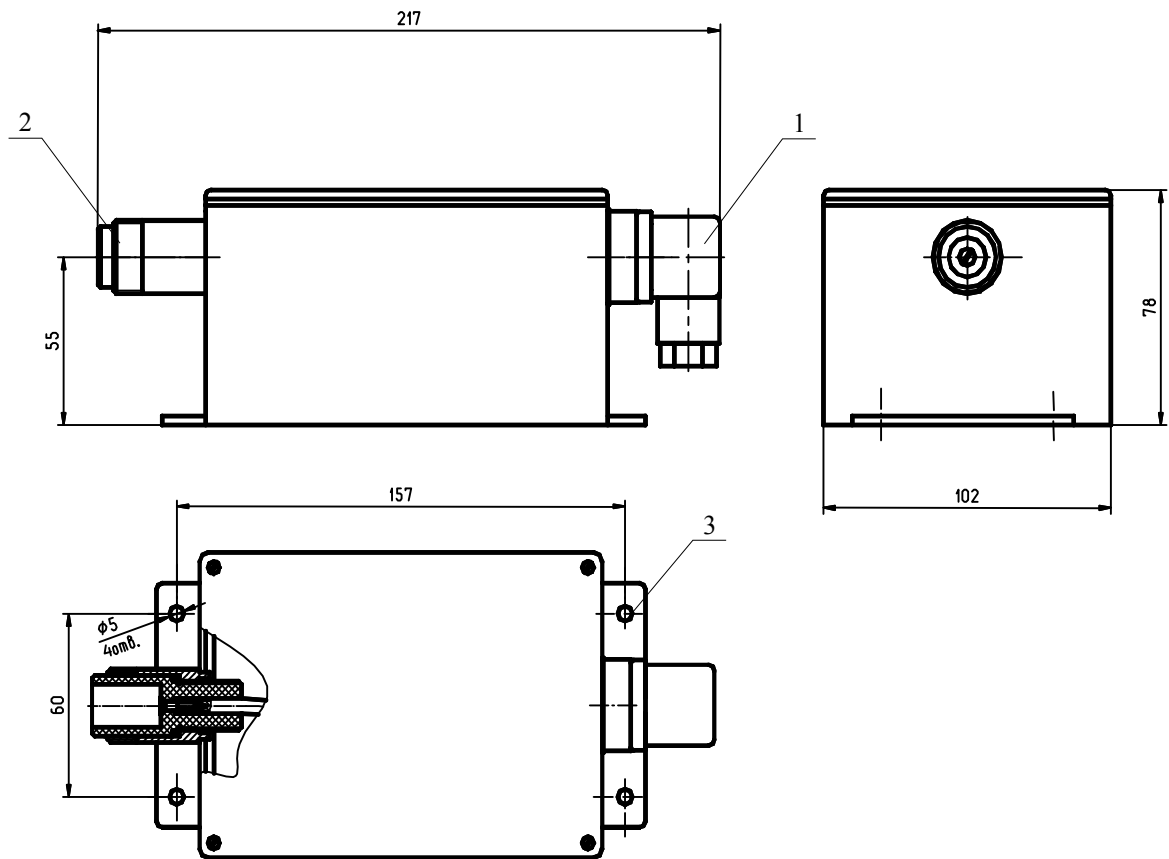

Рис. 1. Внешний вид источника высокого напряжения ИВН-11Е/220.
Внешний вид источника высокого напряжения ИВН-11Е/220 показан на рис. 1. Прибор выполнен в прямоугольном металлическом корпусе. На боковых панелях корпуса расположены высоковольтный разъем (2) и разъем питания (1).